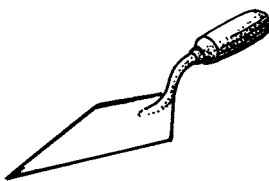

Рис. 1.10. Расшивка
- ❑ Расшивка (рис. 1.10). Используется для швабровки дымоходов, заполнения швов и трещин, а также для расшивки швов.